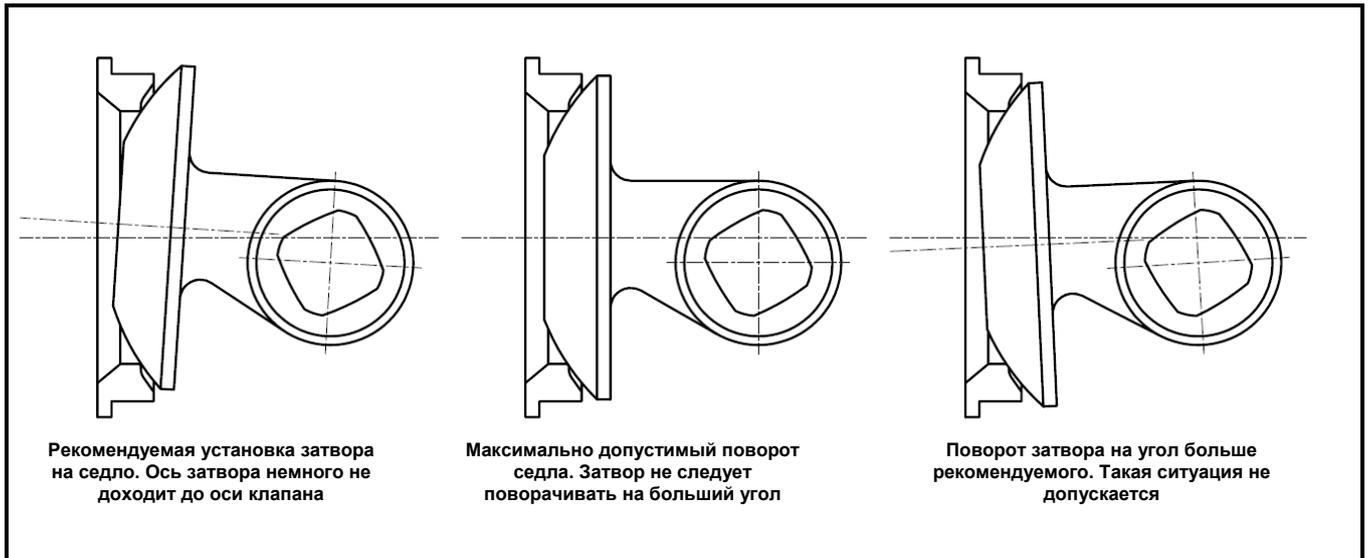

Рисунок 5. Положения затвора
- 7.1 Инструкции по замене седла приводятся ниже. См. рис.5а и 5b.
ПРИМЕЧАНИЕ. Для обеспечения герметичности не поворачивайте затвор при закрытии более, чем на 90°. Рекомендуется слегка недоворачивать затвор (см. рис. 5)